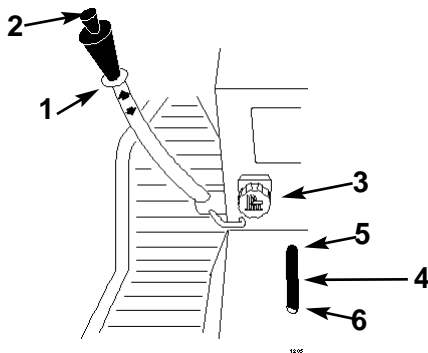

Figure 7
2. Tirer sur la prise de force (PTO) pour la mettre sur "ON" (EMBRAYEE) (Fig. 7).
2. Pousser la prise de force (PTO) pour la mettre sur "OFF" (DEBRAYEE) (Fig. 7).